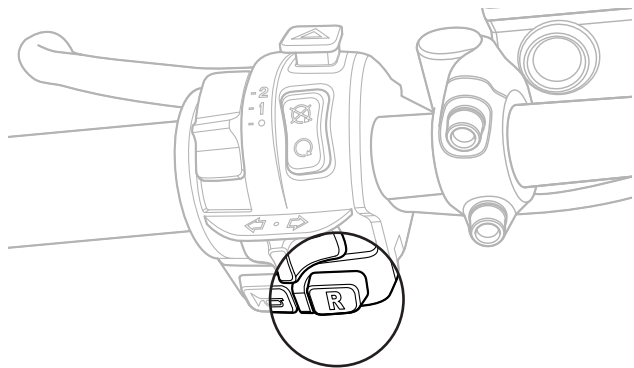

图 30：在倒车时按住倒车开关
2. 用您的左手拇指按住左把手控制器上的倒车开关 (**R**) (图 30)。